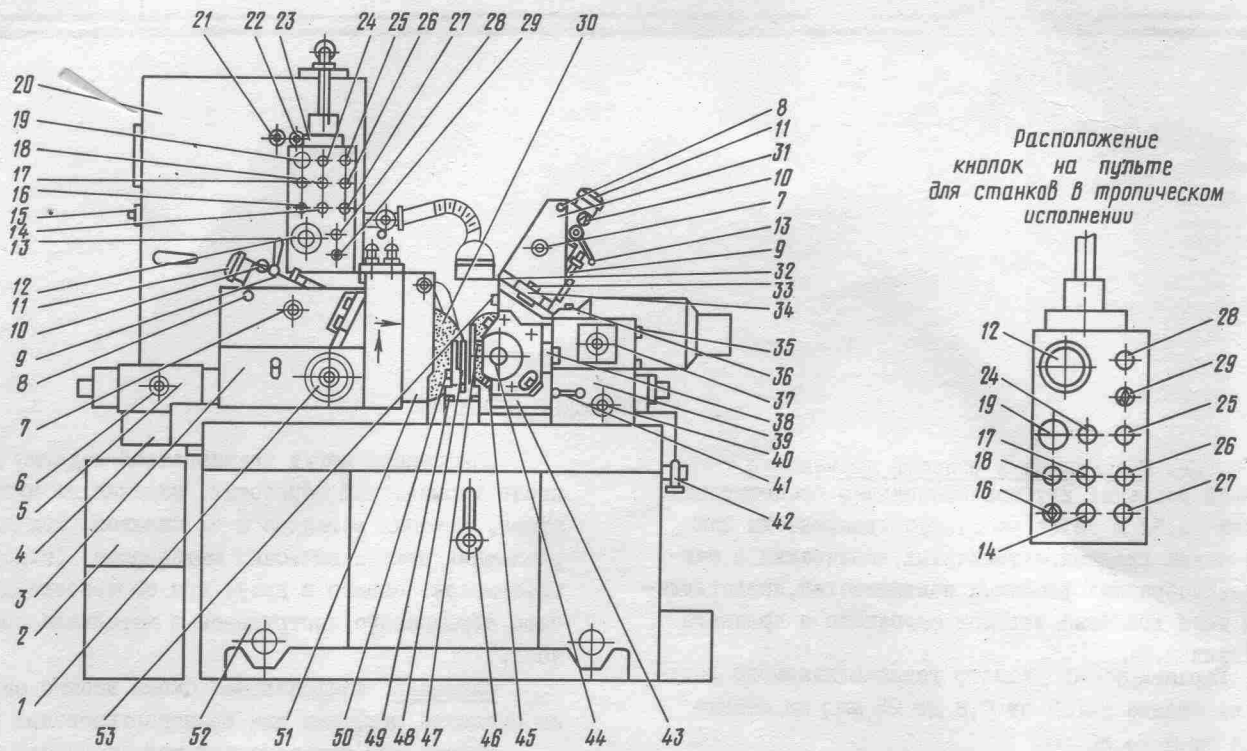

Рис. 3. Расположение составных частей и органов управления станка ЗМ182. Лист I
I.2.1. Общий вид с обозначением составных частей станка представлен на рис. 3, 4, 5, 6.